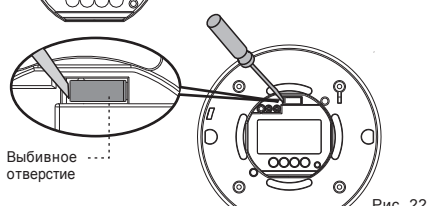

Рис. 22
2. С помощью той же отвертки переместите ползунок переключателя в положение, показанное на рис. 22.